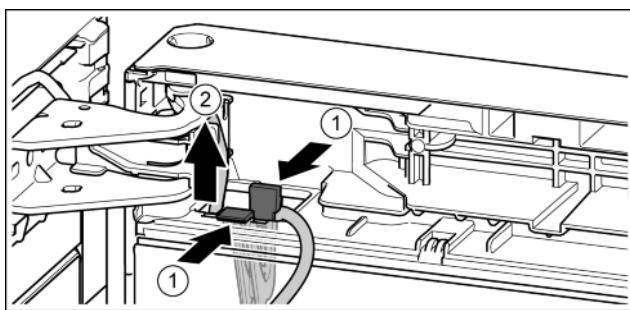

Fig. 21
- Нажать на соединительную накладку. *Fig. 21 (1)*
- Вынуть держатель кабеля с закрепленным на нем кабелем. *Fig. 21 (2)*